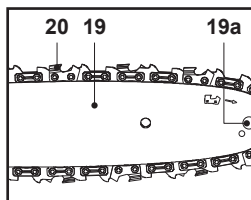

Fig. 8
7. Le sens de rotation de la chaîne est indiqué par la flèche. S'assurer que la chaîne (20) est correctement placée sur la roue dentée (19a) du guide-chaîne (19) (Fig. 8).